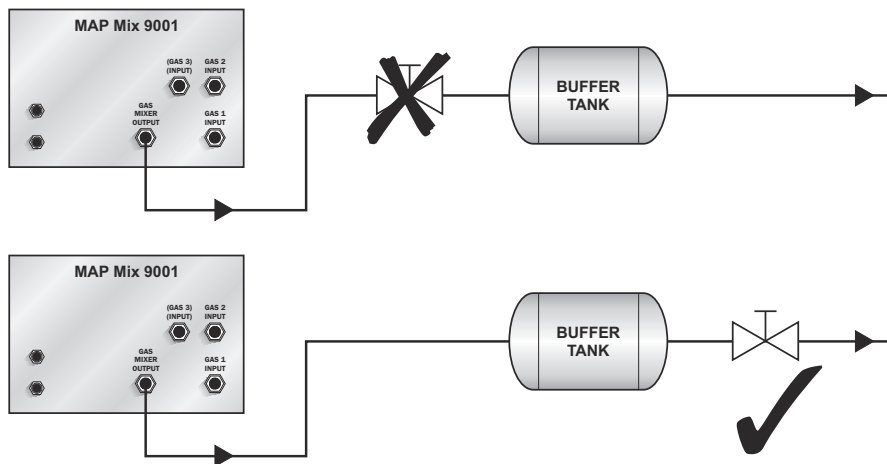

Рис. 4. Правильное расположение газового выпускного клапана
**ПРЕДУПРЕЖДЕНИЕ:** При использовании моделей с буферной емкостью удостоверьтесь в том, что выпускной газовый патрубок, находящийся перед буферной емкостью, ничем НЕ заблокирован и НЕ сжат (см. Рис. 4).